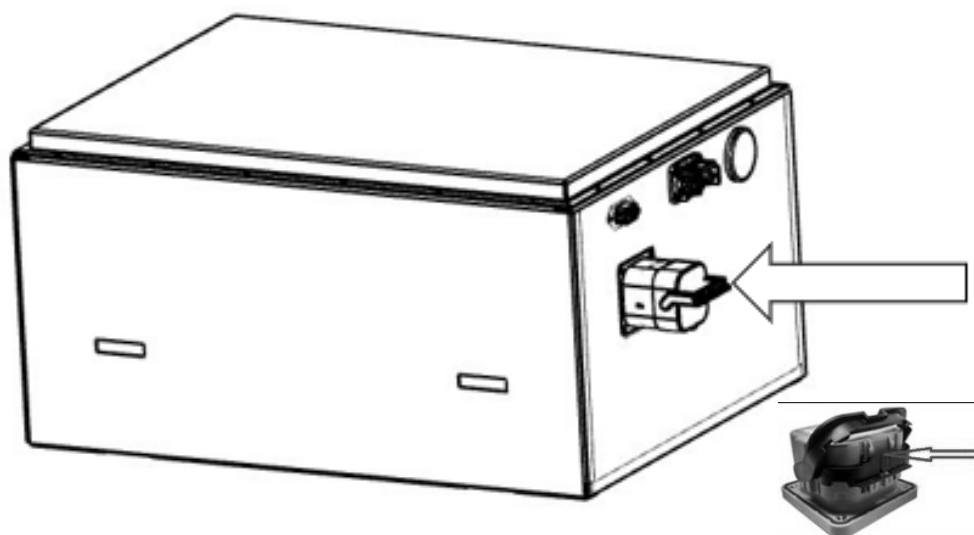

Figure 4 - Connecteur MSD et languette de verrouillage
9. Allez physiquement sur chaque batterie haute tension et localisez le connecteur MSD (Figure 4).